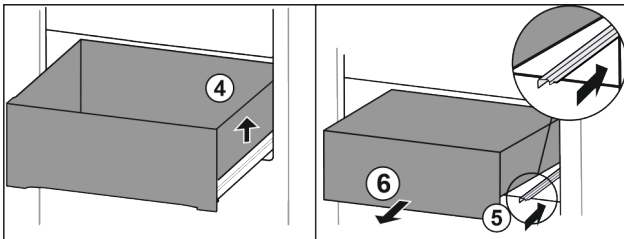

Fig. 114
- ▶ Lyft utdragslåda på höger sida. Fig. 114 (4)
- ▶ Skjut in höger skena. Fig. 114 (5)
- ▶ Ta ut utdragslåda genom att dra den framåt. Fig. 114 (6)